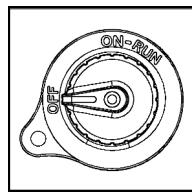

图5.1C
- 磨豆机由三向开关ON, OFF, RUN控制。(如图5.1C)